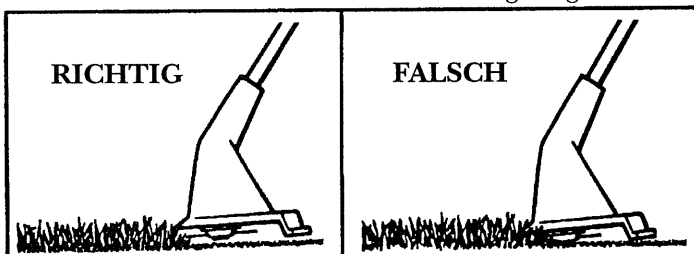

Abb. 2
- Die Spitze der Schnur vollzieht das Schneiden. Erlauben Sie der Schnur ihr eigenes Tempo. Sie werden bessere Resultate erzielen, wenn Sie der Schnur Spielraum an der zu schneidenden Stelle lassen. Den Richtigen und den falschen Weg sehen Sie in Abb. 2.
- Vermeiden Sie ständige Bodenberührung des Schnurhalters während des normalen Trimmens. Andauernde Bodenberührung wird den Schnurhalter beschädigen und die Schnur vorzeitig abnutzen. Richtig und Falsch werden in Abb. 2 gezeigt.
2. Halten Sie das Gerät, so daß Abdeckung und die Trimmerschnur parallel zum Boden verlaufen. Abb. 2.